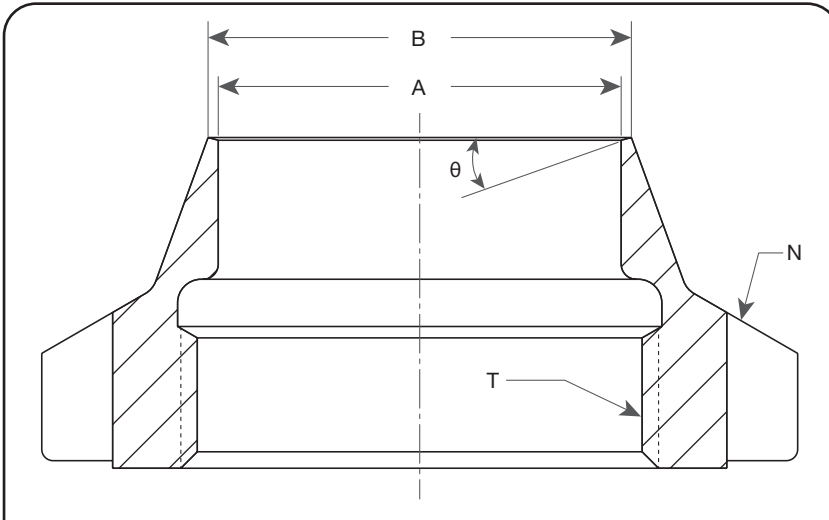

图 8：调整环
- a. 内径 (A) 超过最大尺寸或有划痕。
- b. 外径 (B) 低于最小尺寸或有划痕。
- c. 如果螺纹 (T) 破损、磨损或剥离，则应更换。
- d. 调整环槽口 (N) 磨损或缺失。
- f. 超过表 4 和图 8 中所示的尺寸。